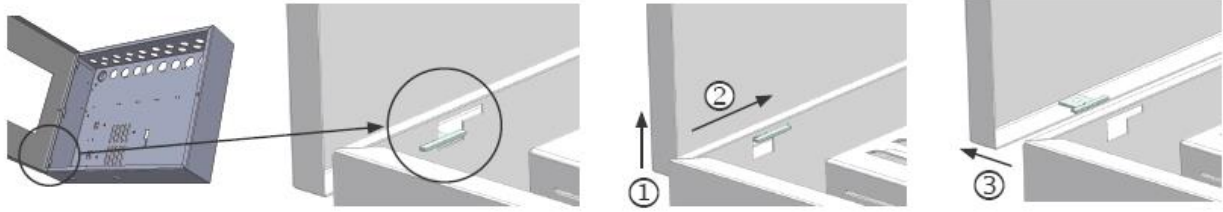

Abbildung 7B
- Nehmen Sie den Vorderdeckel durch Lösung der Scharniere ab (Abbildung 7B).